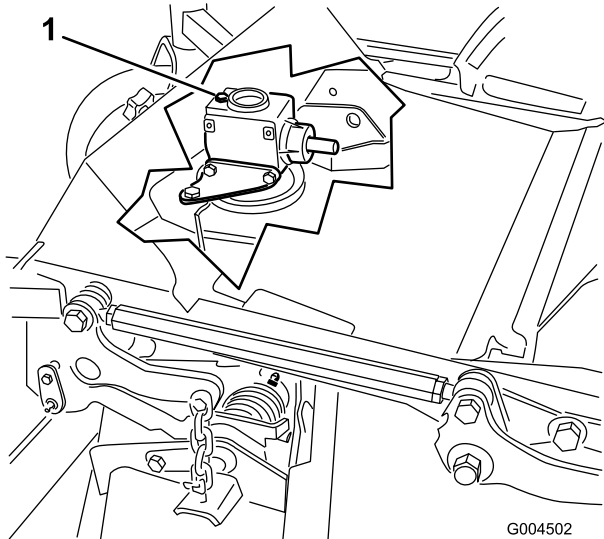

図 43
6. ギア・ボックスの上部についているディップスティック兼給油プラグ(図 43)を取り、オイルの量が、ディップスティックについている2本のマークの間にあることを確認する。
6. ギア・ボックスの上部についているディップスティック兼給油プラグ(図 43)を取る。